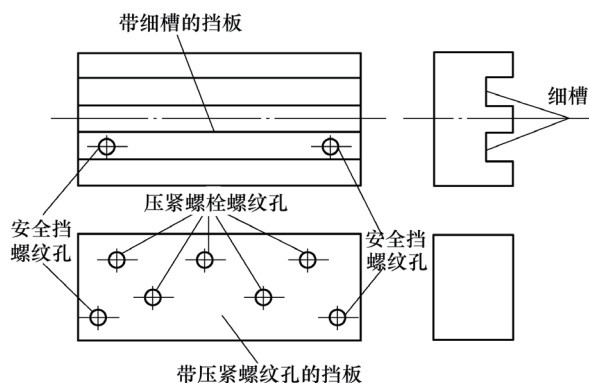

图2 夹具挡板
2) 气割两块方形板料，用刨床将6个面全部刨平至尺寸，并保证为正长方体，在其中一块板上用刨床刨出一些均匀的细槽，然后在钻床上按尺寸钻出2个安全挡的螺纹孔。另一块板上按尺寸钻出2个安全挡的螺纹孔和5个压紧螺栓螺纹孔。制成夹具挡板，如图2所示。